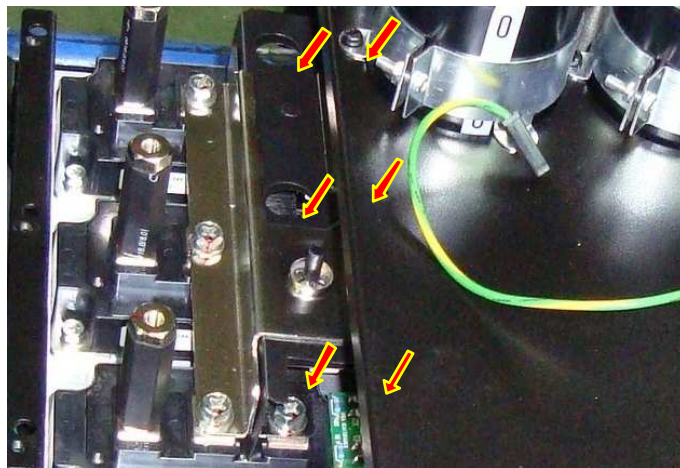

Рис. 6.14
6.10.2. Выкрутить 6 винтов крепления шин блока конденсаторов (рис. 6.14, красные стрелки). Положить винты в тару.